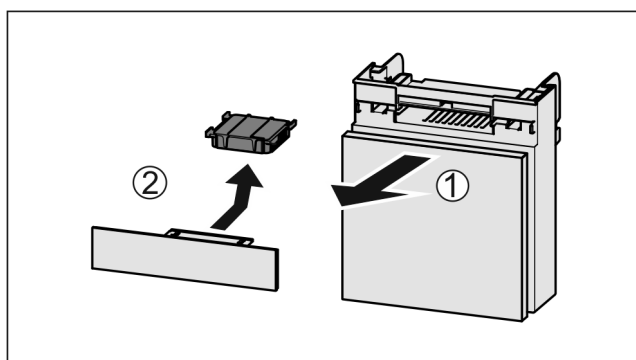

Fig. 146
- ▶ Vytiahnite zásuvku smerom dopredu Fig. 146 (1).
- ▶ Vyberte aktívny uhlíkový filter Fig. 146 (2).